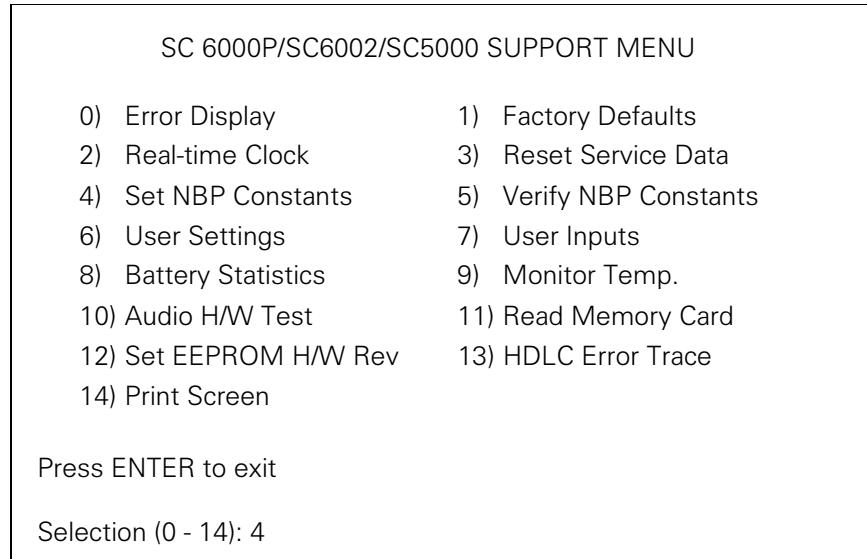

Abbildung 4-3 SC 6000 P/SC 6002/SC 5000 SUPPORT MENU
- 7) Geben Sie bei Erscheinen der Eingabeaufforderung "Enter Password" (Passwort eingeben) **7412** ein, und drücken Sie <Eingabe>, um das SUPPORT MENU SC 6000P/SC 6002/SC 5000 aufzurufen. Siehe Abbildung 4-3.